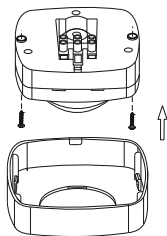

Рисунок 4 – Монтаж
- с помощью отвёртки с плоским жалом отщёлкнуть и снять защитную крышку датчика (рисунок 4);